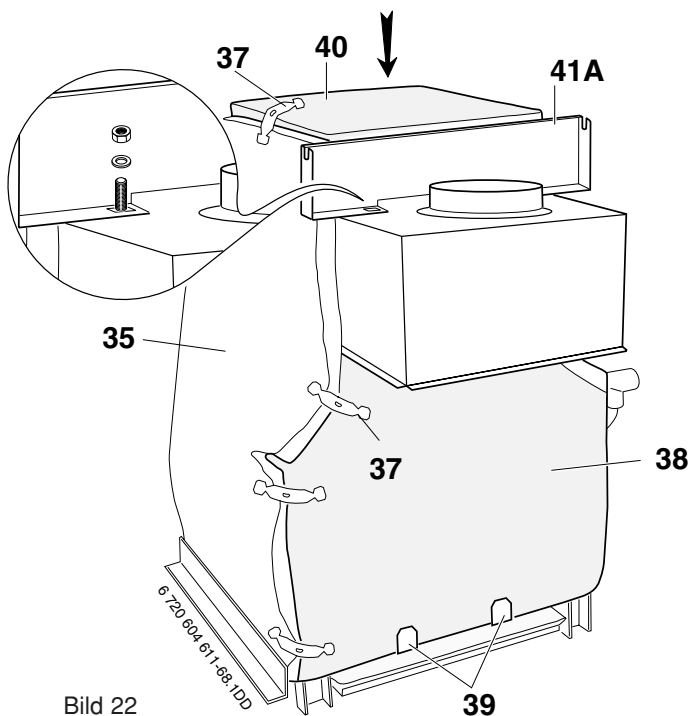

Bild 22
- Die Isolierung (38) für die Kesselrückseite zwischen Kesselkörper und Strömungssicherung und unten in die zwei Halterungen (39) einschieben.
- Die rechte und linke Seite der Isolierung unter die Seitenisolationen (35) schieben und mit den Blechklammern (37) verbinden.
- Die obere Isolierung (40) auf den Abgassammler legen und mittels den Blechklammern (37) mit den Seitenisolationen (35) verbinden.
- **Kessel mit 9 Glieder (Bild 22) :**